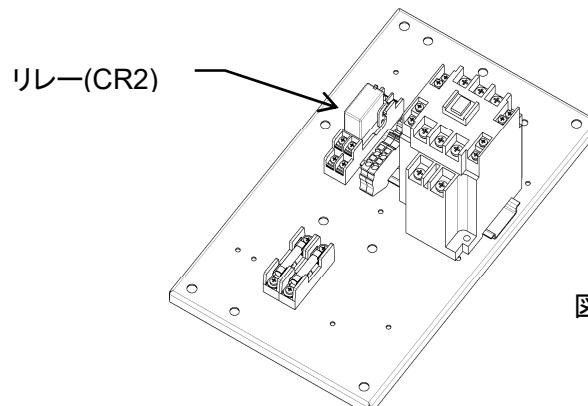

図8-16
(図8-16)
- ・ 排水弁の押し代調整をおこないます。(図8-16)
- ・ ⑯排水弁ロッド金具と⑰Uナットとのスキマが3mmになるようにナットを調整します。